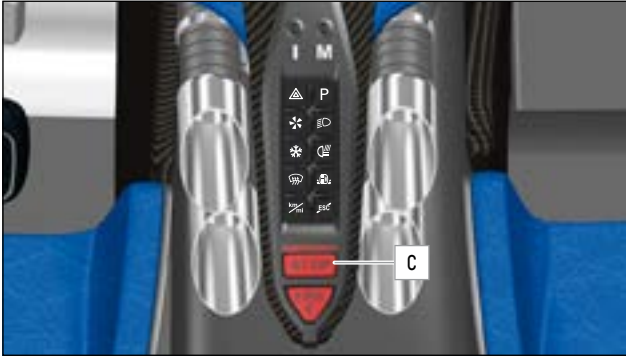

ABB. 68 INTERNE STOP-TASTE AUF DER MITTELKONSOLE
- ▶ Um die Notaus-Funktion zu aktivieren, drücken Sie Taste **C** (» Abb.68).
- ▶ Um das System zu reaktivieren, drücken Sie Taste **C** (» Abb.68) erneut.